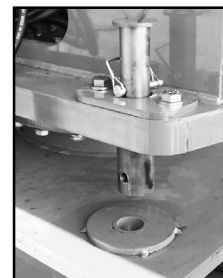

Figure 1 : Axe de verrouillage
Nota : Voir les emplacements des commandes de la plate-forme et du châssis aux figures 1 à 4.
3. Rétractez l'axe de verrouillage. (Voir la figure 1).
5. Enfoncer le bouton d'arrêt d'urgence (EMERGENCY STOP) du châssis. Le moteur devrait s'arrêter. Faire de même avec le bouton d'arrêt d'urgence de la plate-forme. Remettre les deux boutons d'arrêt d'urgence en position de marche (ON) et faire démarrer le moteur.